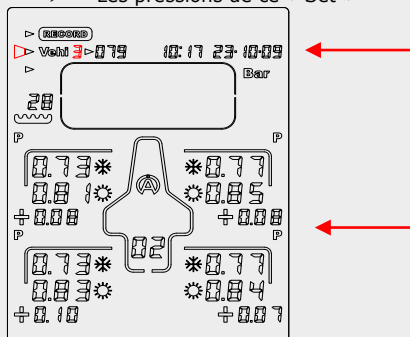

Figure 2
- 2) Avec le bouton ▲ ou OK sélectionnez l'icône « **Vehi** » (figure 2)
- 3) Avec le bouton ▲ ou ▶ sélectionnez le véhicule désiré (5 au total) (figure 2)